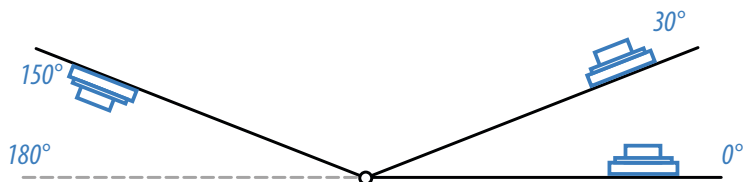

Рис.2. Диапазон измерения угла на вращающемся рычаге.
- Измерение угла осуществляется от  $0^\circ$  до  $180^\circ$  (см. Рис.2). Аналогичные углы наклона будут при вращении рычага ниже оси вращения.